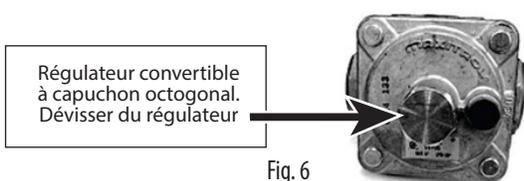

Fig. 6
5. Avant d'installer le régulateur convertible fourni, dévisser le capuchon octogonal. La mention NAT est lisible sur l'insert en plastique attaché à la tête du capuchon; le retourner et le remettre en place (Fig. 6).